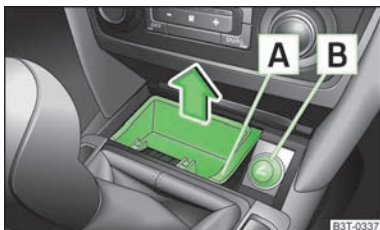
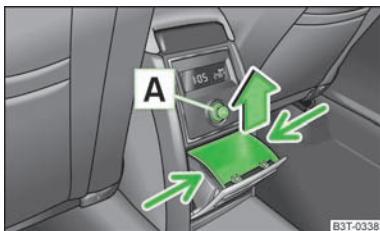

Fig. 85
Fig. 86
- Prindeți scrumiera în zona **A** » fig. 85 și scoateți-o în sensul săgeții.
- Apucați scrumiera de locul marcat cu săgeți » fig. 86 și scoateți-o.
- Apăsați butonul brichetei **A** » fig. 86 sau **B** » fig. 85.
În consola centrală față - **B** » fig. 85.
În consola centrală spate - **A** » fig. 86.